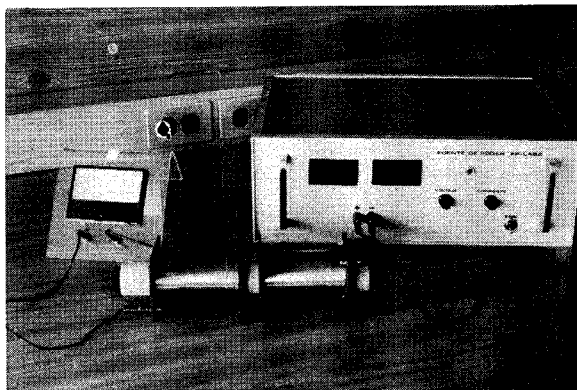

FIGURA 3.
a) Sin existir movimiento relativo entre los solenoides de la figura 3, obtenga una fem inducida.